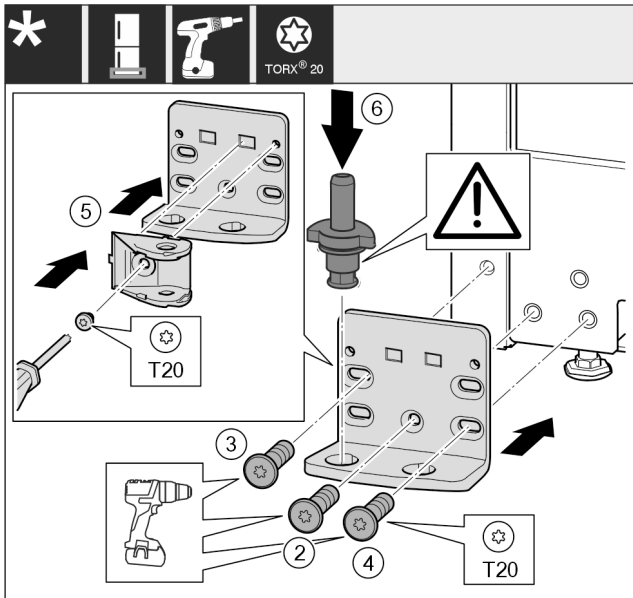

Fig. 49 \*
- ▶ Установите опорный кронштейн с другой стороны и прикрутите с помощью отвертки. Начините с винта Fig. 49 (2) снизу в центре.\*
- ▶ Затяните винт Fig. 49 (3) и винт Fig. 49 (4).\*
- ▶ Поверните соединительный элемент амортизатора закрывания дверей Fig. 49 (5) на 180°. Прикрутите с другой стороны опорного кронштейна с помощью отвертки.\*
- ▶ Снова установите опорный палец Fig. 49 (6) в сборе. При этом проследите за тем, чтобы выступ фиксатора был направлен назад.\*